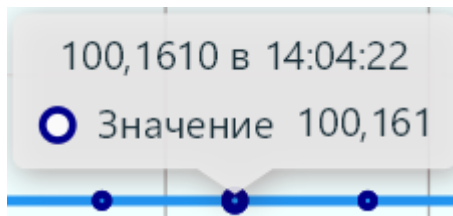

Рисунок 18 — Информация о такте измерения
3.3.19 При наведении курсора мыши на область, рядом с точкой такта измерения на графике, появляется всплывающая подсказка с измеренным значением, датой и временем такта измерения (см. рисунок 18).